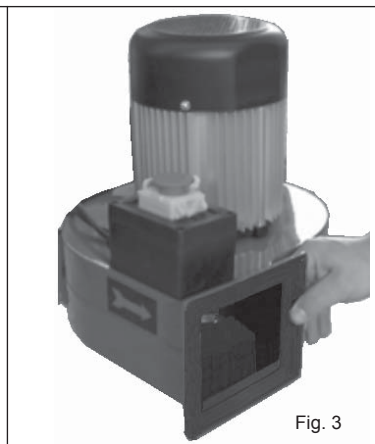

Fig. 3
2. Alinhar o conjunto do motor com o tambor para a colocação dos sacos. Introduzir a junta e a rede da proteção entre as duas peças a montar, utilizar os respectivos parafusos, as anilhas, e as porcas (Fig. 3).